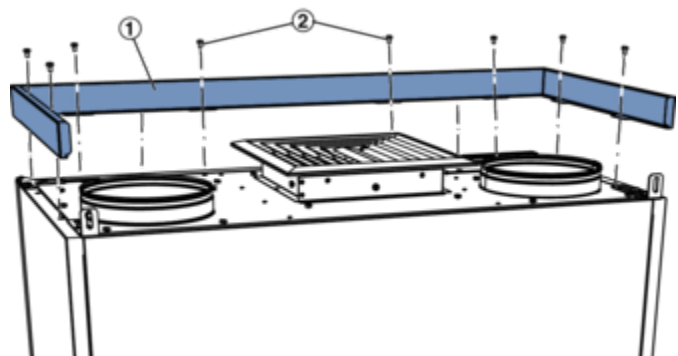
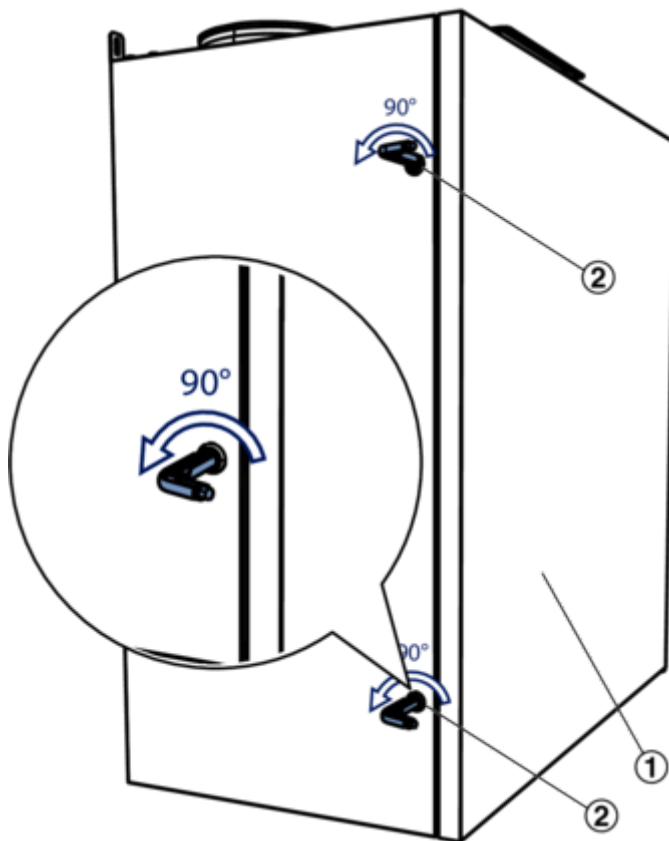

Abb. 8: Blendrahmen demontieren
Abb. 9: Vorreiber öffnen
- 2 ▶ Am Geräteoberteil die Schrauben (Abb. 8 /2) vom Blendrahmen lösen. Rahmen (Abb. 8 /1) abnehmen und für spätere Montage lagern.
- 3 ▶ Am Geräteoberteil die Verschlüsse (Abb. 9 /2) lösen um die Revisionstüre (Abb. 9 /1) zu öffnen.
- 4 ▶ Scharnier (Abb. 8 /1) durch Lösen der Schrauben (Abb. 8 /2) demontieren. Revisionstür (Abb. 9 /1) abnehmen und für spätere Montage lagern, Distanzbleche (Abb. 8 /3) und Gleitscheibe (Abb. 8 /4) aufbewahren.
- 16 ▶ Am Geräteoberteil den Blendrahmen (Abb. 8 /1) aufsetzen und mit Schrauben (Abb. 8 /2) befestigen.